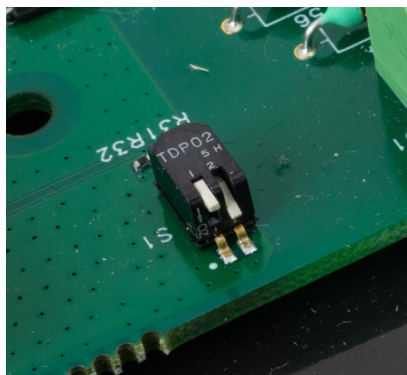

Figure 4-6 : Commutateurs métrologiques SW1 sur ARRÊT et SW2 sur MARCHE
2. Mettez SW1-2 sur MARCHE, comme indiqué sur la Figure 4-6.